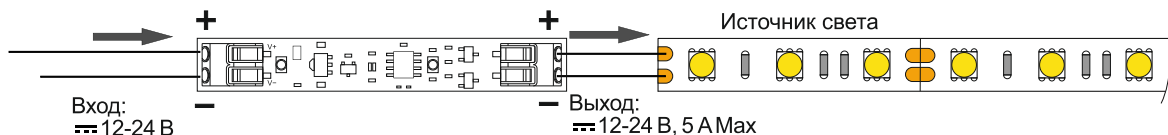

Рис. 2
- Припаяйте соединительные провода питания и светодиодную ленту к выключателю в соответствии со схемой (Рис. 2).